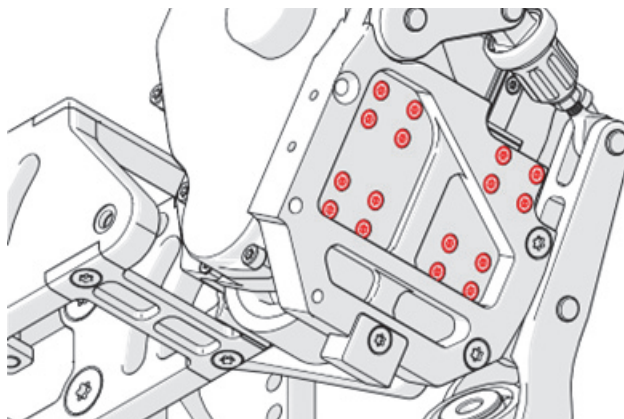

Figura 2-31 Extracción de los 16 tornillos
11. Con un des[tornillador] Tornillador Torx T-10, retire los 16 tornillos identificados en la Figura 2-31 en la página 109 a partir del transportador de motor.